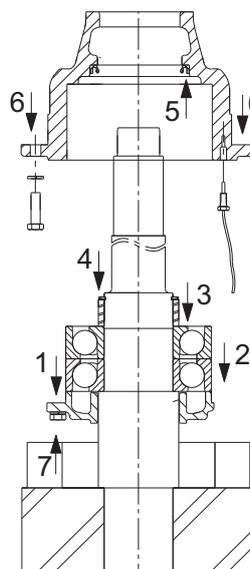

Рис. 18 Монтаж нижнего подшипника, KPL 500-800
Установить ротор безопасно в вертикальном положении приводным концом вала (DE) вверх. См. рис. 18 в качестве справочного чертежа.